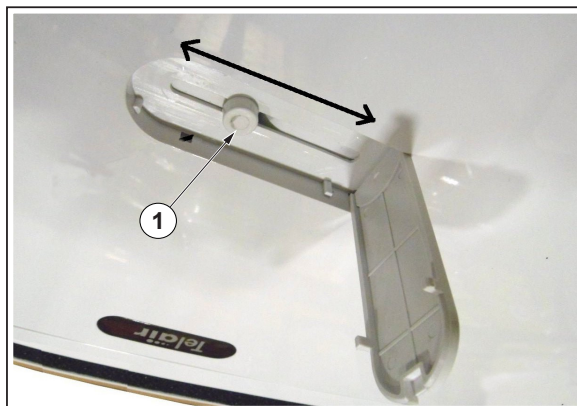

Fig. 18
Op de luchtverspreider is een klepje aanwezig. Daaronder bevindt zich een draaiknop ("Fig. 18" ref. 1) waarmee, als deze losgedraaid is, de richting van de lucht die uit de voorste en achterste mondstukken stroomt geregeld kan worden.